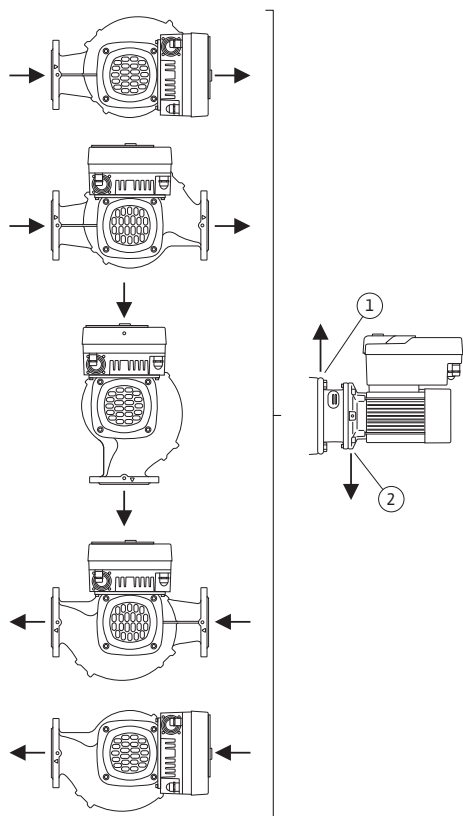

Fig. 21: Poziții de montare admise la arborele arbore dispus orizontal
- Dacă arborele motorului este montat orizontal, poziția orificiului de condens trebuie să fie obligatoriu în jos (Fig. 21, poz. 2). La nevoie, motorul trebuie rotit.